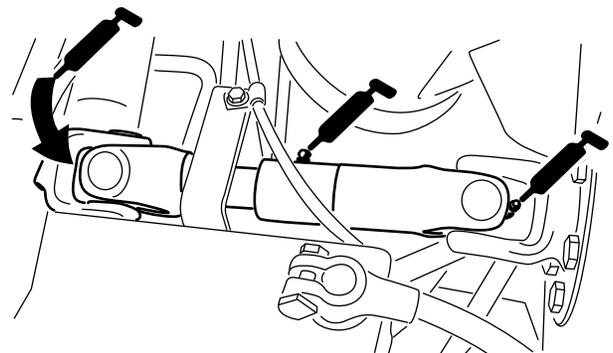

Figura 50
- Junta em U do veio de accionamento da bomba (3) (Figura 50)